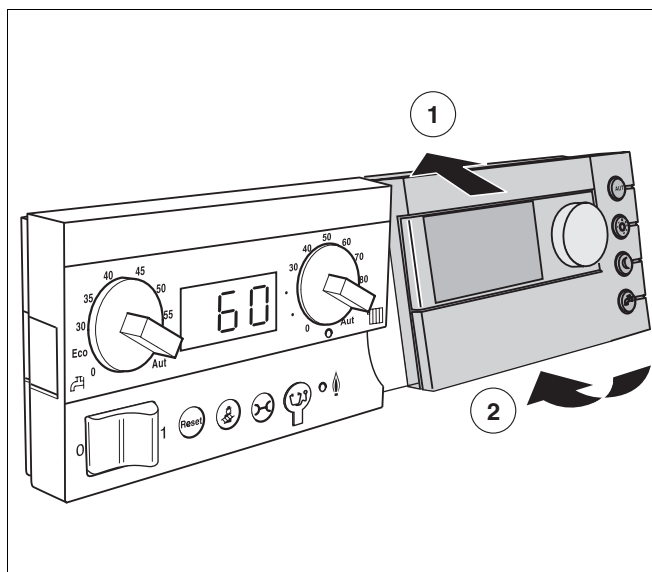

Abb. 2 Bedieneinheit RC30 einhängen
- Bedieneinheit RC30 in Pfeilrichtung an der Oberkante der Grundplatte einhängen (Abb. 2, **Pos. 1**).
- Bedieneinheit RC30 in Pfeilrichtung leicht nach oben drücken, bis diese einrastet (Abb. 2, **Pos. 2**).